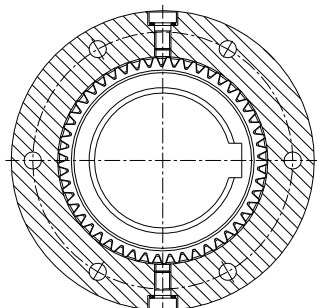

Fig. 44 : Bouchons en position verticale
- Orienter l'accouplement de façon à avoir les bouchons filetés à verticale (fig. 44).